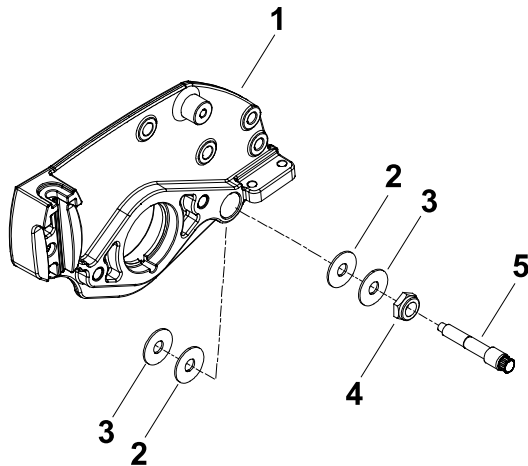

Figure 8
3. Desserrez les contre-écrous sur chaque boulon de pivot de la barre d'appui, puis déposez les boulons de pivot, les rondelles métalliques et les rondelles en plastique des plaques latérales (Figure 8).